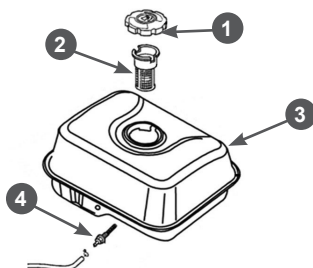
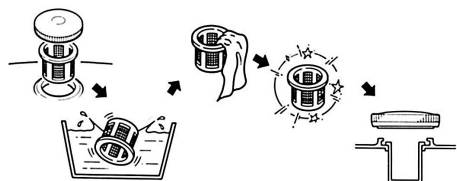

Рис. 18. Топливный бак и топливные фильтры
Рис. 19. Обслуживание фильтра заливной горловины топливного бака
В топливном баке установлены два сетчатых топливных фильтра. Один фильтр устанавливается в заливной горловине топливного бака. Второй фильтр конструктивно объединен со штуцером топливного бака и установлен внутри бака (Рис. 18).
Топливный фильтр 2 (Рис. 18), установленный в горловине бака, проверяйте при каждой заправке бака топливом. При необходимости вынимайте сетчатый фильтр из бака и производите его очистку (Рис. 19). Регулярно проверяйте целостность сетчатого фильтра, при обнаружении механических повреждений замените сетчатый фильтр.
менно с очисткой топливного бака необходимо проверять и очищать фильтр 4, установленный внутри бака (Рис. 18). Поврежденный или сильно загрязненный фильтр необходимо заменить.
3. Выкрутите из топливного бака выходной штуцер 4 и произведите его очистку (Рис. 18). Внимательно осмотрите сетчатый фильтр. При обнаружении механических повреждений замените штуцер топливного бака.